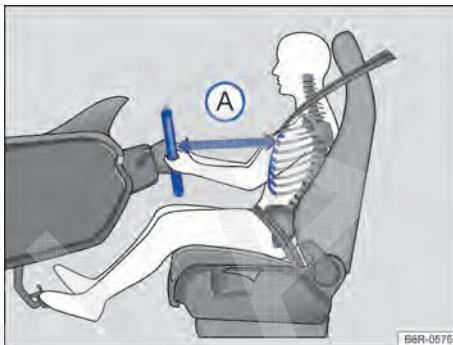
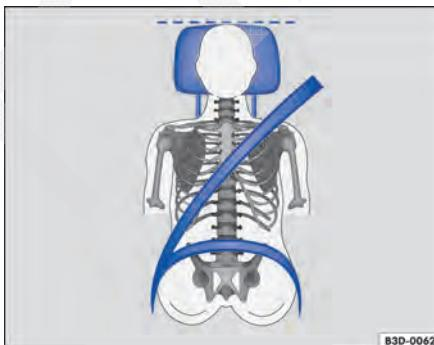

Fig. 42 A distância correta entre o condutor e o volante **(A)** deve ser de, no mínimo, 25 cm.
Fig. 43 Posição correta do cadarço do cinto de segurança e ajuste correto do apoio para cabeça.
- Ajustar o banco de modo que a distância entre ele e o tórax tenha no mínimo 25 cm → Fig. 42 (A) e que o condutor possa segurar o volante pela borda externa com as duas mãos e os braços ligeiramente dobrados.
- Para os bancos com apoio para cabeça: ajustar o apoio para cabeça de modo que a sua borda superior se encontre preferencialmente na mesma linha da parte superior da cabeça → Fig. 42 e → Fig. 43 – porém não abaixar da altura dos olhos. Posicionar a parte posterior da cabeça o mais perto possível do apoio para cabeça.